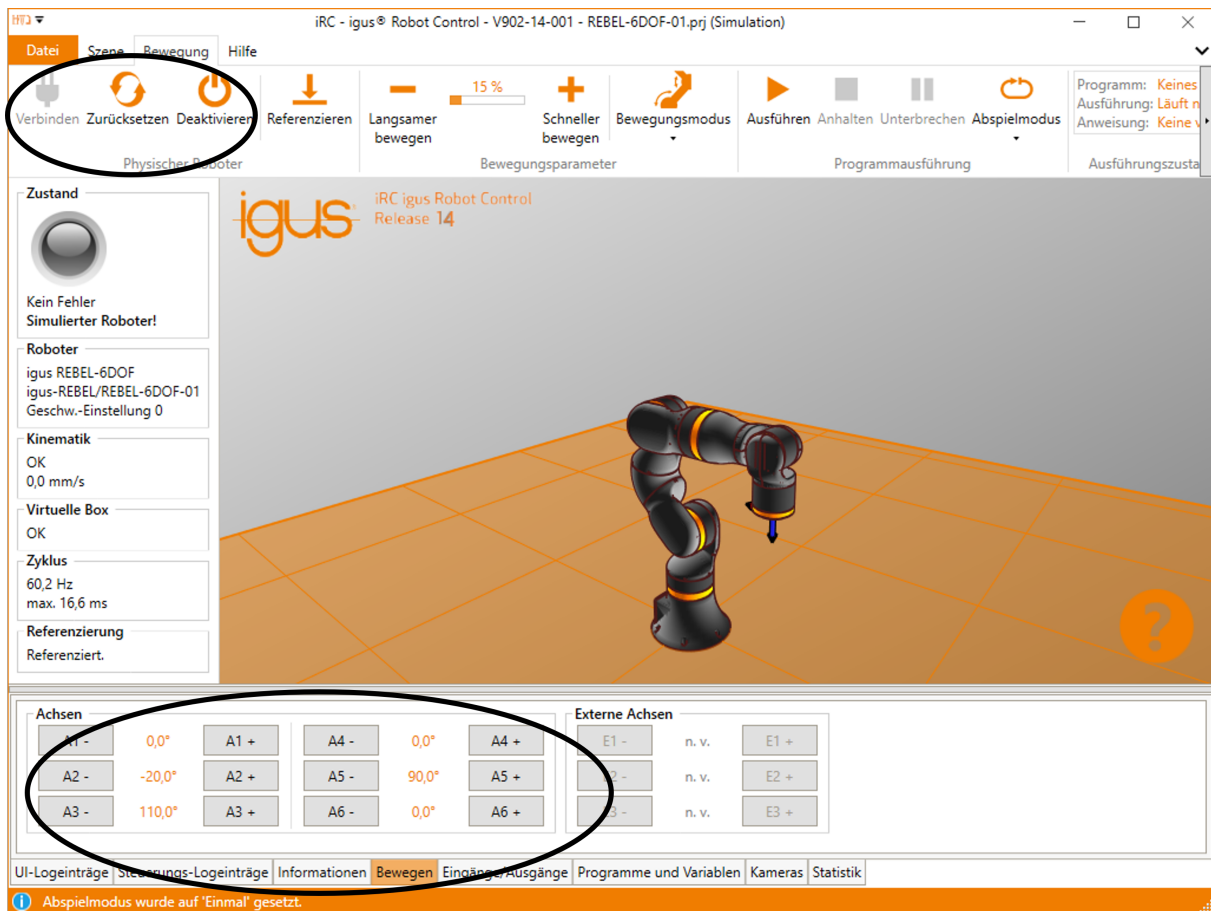

Abbildung 2: Jog-Befehle
3. Sie können den Roboter jetzt aktivieren, indem Sie nachfolgenden Schaltflächen in der angegebenen Reihenfolge drücken (siehe auch Abb. 2):
5. Sie können nun die Gelenke des Roboters mit Hilfe der Schaltflächen auf der Registerkarte "Jogging" bewegen (siehe Abb. 2).